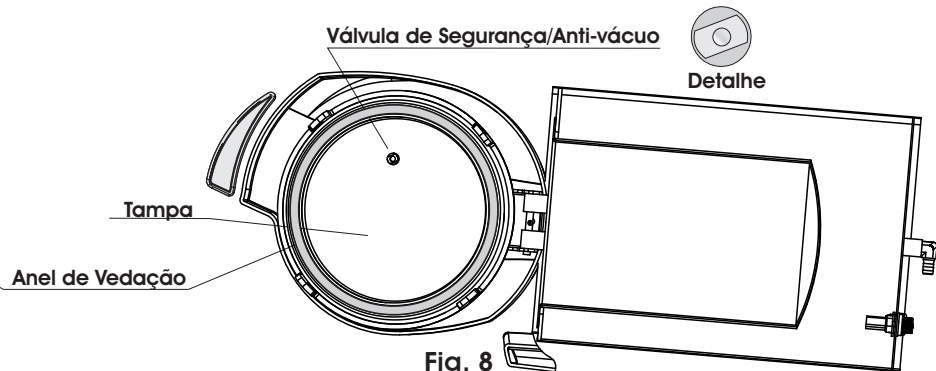

Fig. 8
- 2▶ **TAMPA** - Encontra-se atrás do painel, produzida em aço inoxidável, é responsável por fechar a câmara da autoclave. Deve ser substituída a cada 10 anos (Fig. 8).
7► **VÁLVULA DE SEGURANÇA/ANTI-VÁCUO** - A válvula de segurança/anti-vácuo é um dos dispositivos responsáveis por aliviar o vácuo da câmara quando houver, alivia também a pressão da câmara, caso ultrapasse os valores limite estabelecidos (Fig. 8, pág. 10). Consulte "Dispositivos de Segurança" (Item 3, pág. 12).